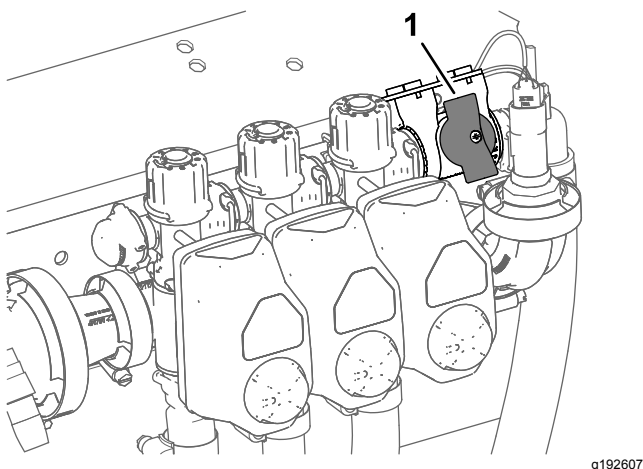

Figure 39
2. Tournez la vanne de coupure de dérivation de section à la position fermée (Figure 39).